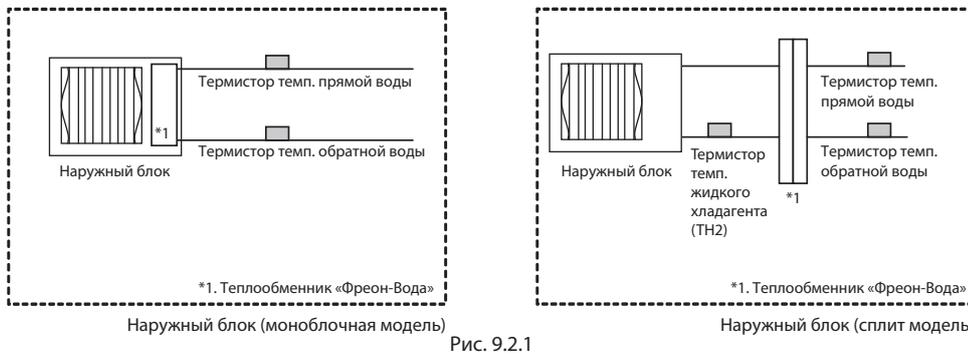

Рис. 9.2.1
\*1. Когда наружный блок сплит модели, необходимо установить TH2 (Рис. 9.2.1)
- \*1. Когда наружный блок сплит модели, необходимо установить ТН2 (Рис. 9.2.1)